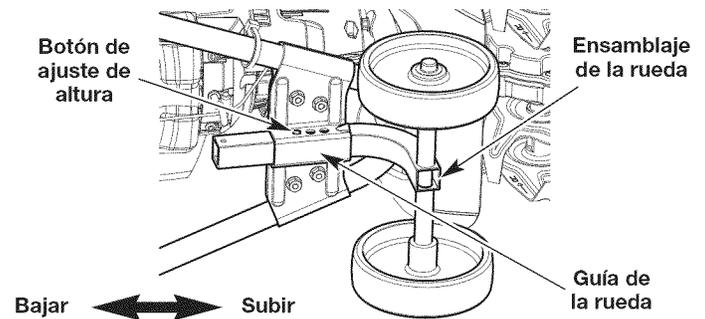

Fig. 1
1. Apoye la unidad sobre un costado (Fig. 1).
2. Inserte el ensamblaje dentro de la guía de la rueda hasta que el botón de ajuste de altura se trabe en su sitio (Fig. 1).
2. Oprima el botón de ajuste de altura y mueva el ensamblaje de la rueda hasta que el botón trabe en el orificio deseado (Fig. 1).